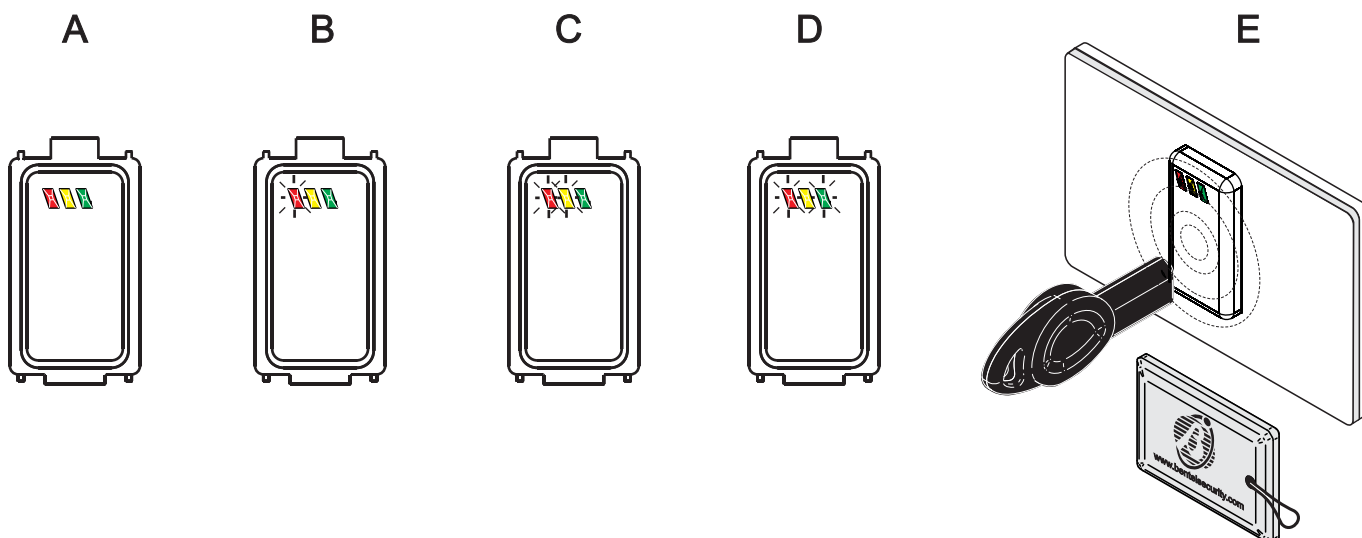

Figura 4 Disinserimento/Inserimento con lettore ECLIPSE2.
1. Avvicinare la Chiave all'area sensibile del Lettore: le spie cominceranno ad accendersi alternativamente ad intervalli di 2 secondi, come mostrato in Figura 4.